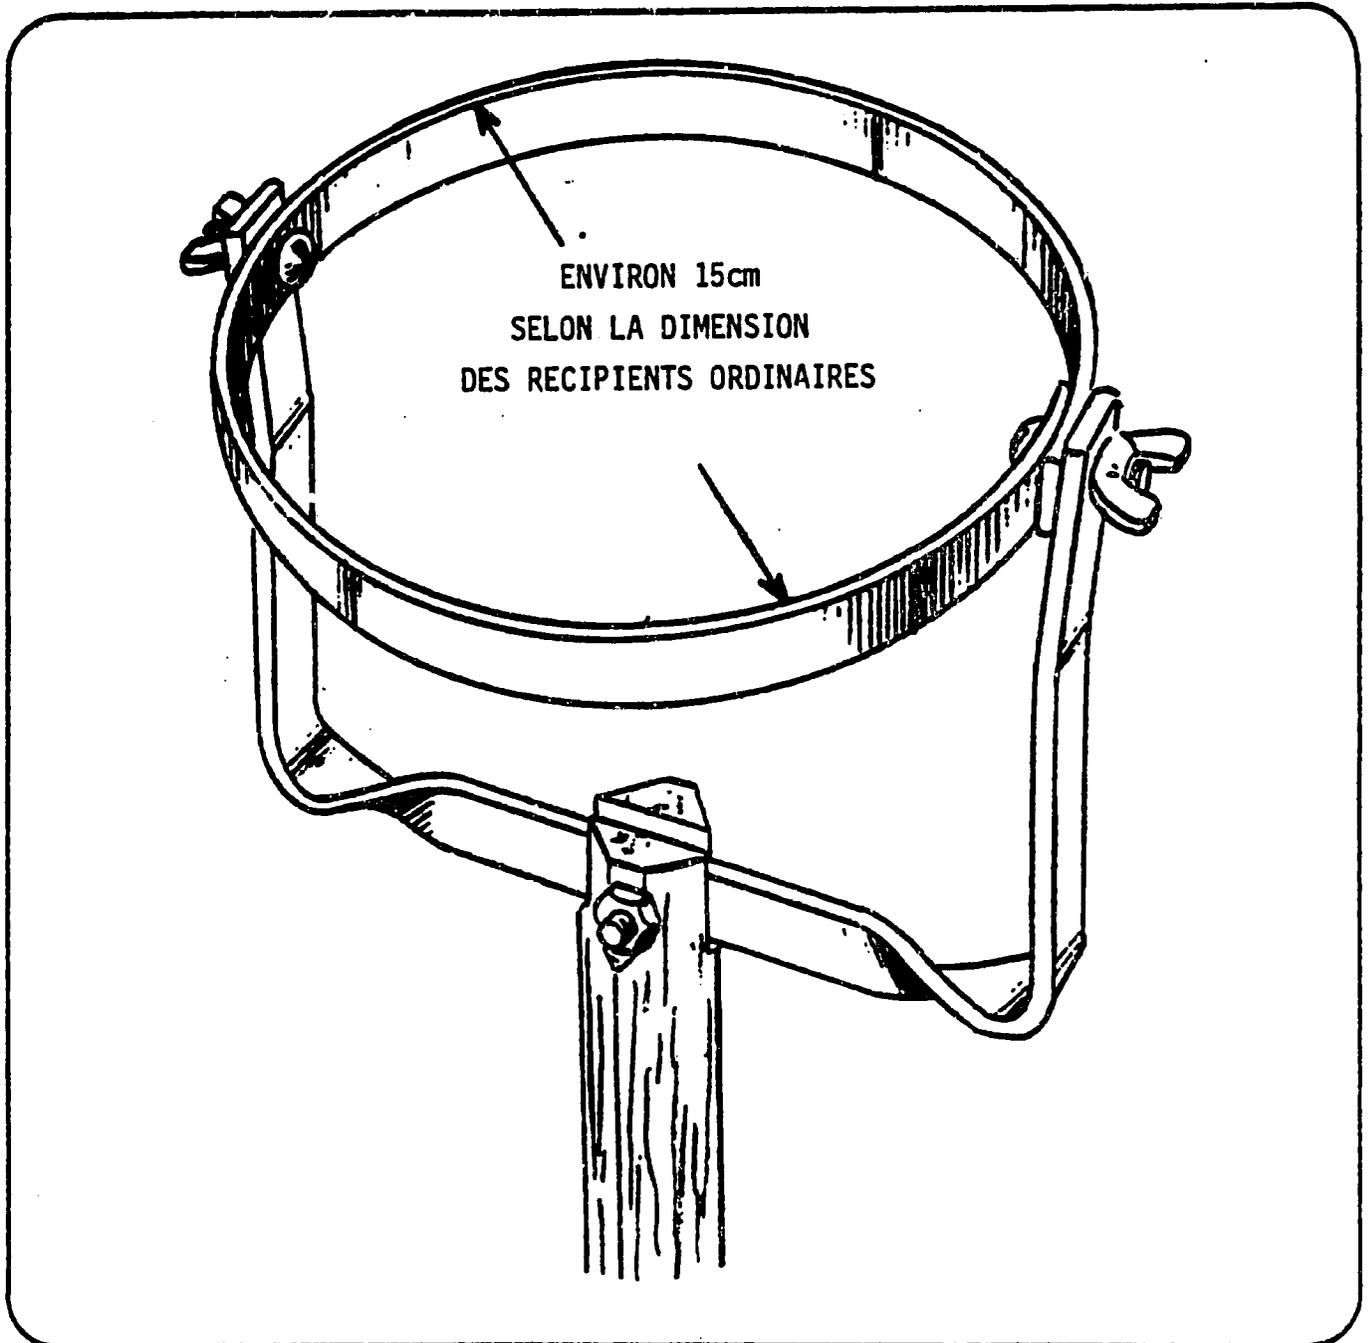

FIGURE 8
- f) Dans un des bouts de la tige de support (25mm x 25mm x 80cm), faites diagonalement une profonde encoche de 2,5cm, une encoche un peu plus étroite que 3mm. Aplatissez les bouts de la tige et faites une perforation de 5mm dans l'encoche. (Fig. 8)